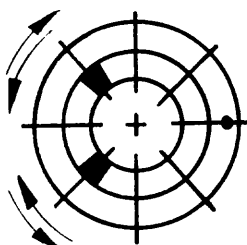

Fig. 8
- ___ c Haga girar el conjunto 90º (fig. 8) y corrija el balanceado por medio de los contrapesos.